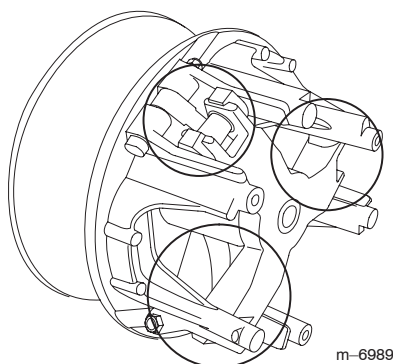

Figura 56
5. Lubrifique as peças móveis nas áreas assinaladas com um círculo na figura 56 utilizando o Dry Lubricant Spray da Toro, disponível no revendedor ou distribuidor autorizado Toro.